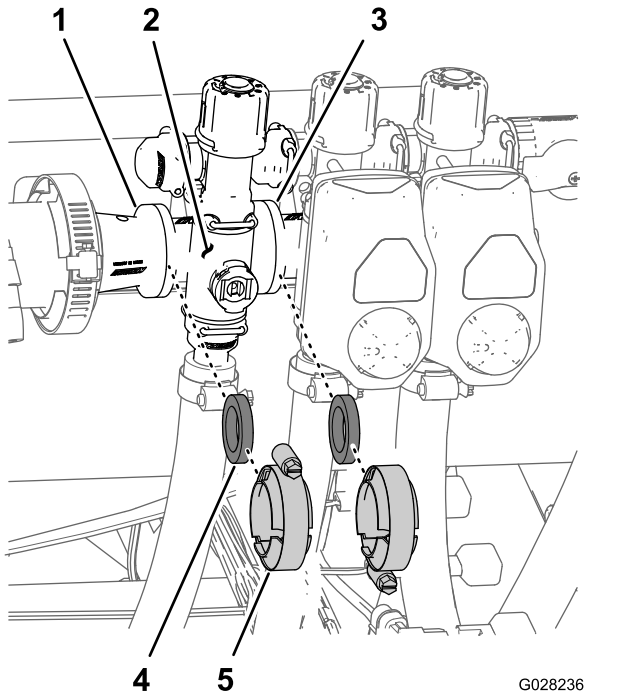

Figura 68
1. Togliete i morsetti e le guarnizioni che fissano il collettore della valvola di sezione (Figura 68) alla valvola di sezione adiacente (nel caso della valvola di sezione sinistra, anche il giunto del riduttore).